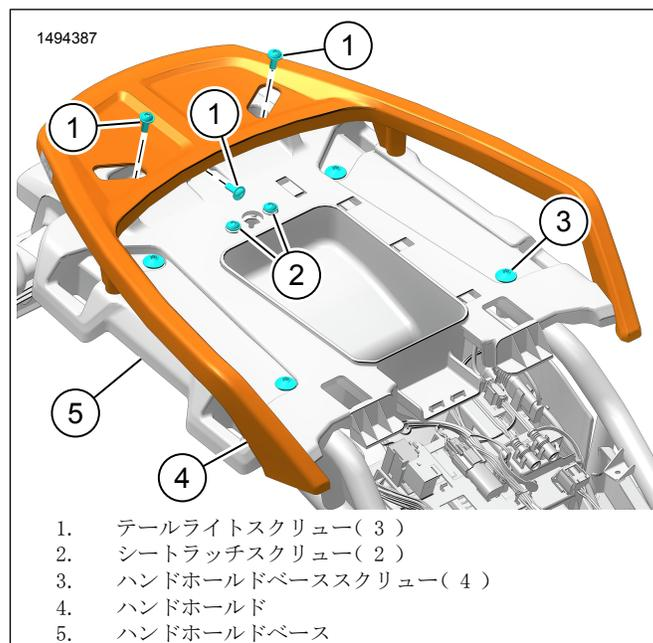

図3。ハンドホルド
1. 図3を参照してください。ハンドホルドベーススクリーン(3)を取り外します。
- b. 図3を参照してください。スクリーン(1)を取り外します。
- a. 図3を参照してください。シートラッチスクリーン(2)を取り外します。